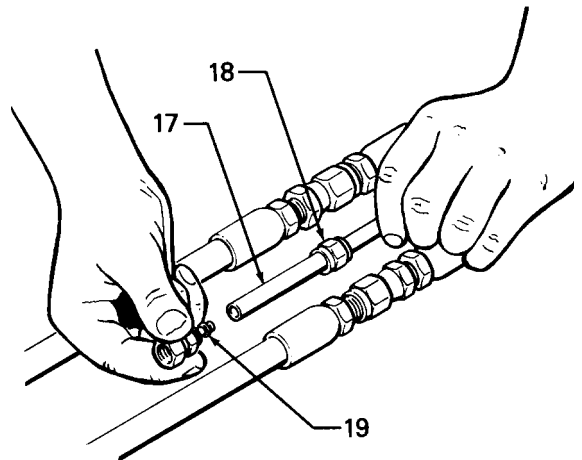
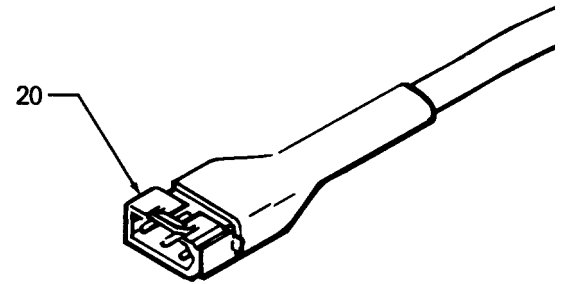

Fig. 3
Fig. 4
- Cortar la manguera neumática desacoplada (17) a una longitud tal que sea fácil acoplarla a la siguiente manguera neumática.
- Sujetar un acoplamiento a la manguera neumática (17). Ver Fig. 3.
- Deslizar el extremo macho del manguito (18) sobre la manguera.
- Engrasar el extremo cortante del pasador (19) y empujarlo dentro de la manguera hasta que se asiente correctamente.
- Utilizar un ohmímetro para verificar la resistencia eléctrica de las dos espigas externas del conector (20) que está sujetado al cable de control de la manguera calentada (23). Ver Fig. 4. La resistencia para las distintas longitudes de conjuntos de manguera acoplada se da en el cuadro que se muestra a continuación.